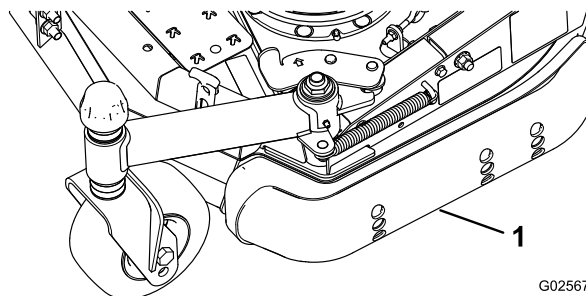

Bild 4
3. Lösen Sie die Schraube vorne an jeder Kufe. (Bild 4).